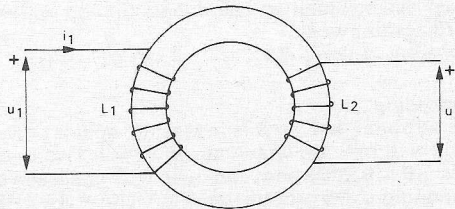

Fig. 5.
4. Een ringkern-transformator volgens fig. 5 heeft een kerndoorsnede van  $1 \text{ cm}^2$ . Op de ring zijn twee spoelen gewikkeld:  $L_1$  heeft 100 windingen,  $L_2$  heeft 50 windingen. We veronderstellen dat de magnetische veldsterkte overal in de kern even groot is en dat de krachtlijn-lengte 20 cm draagt.